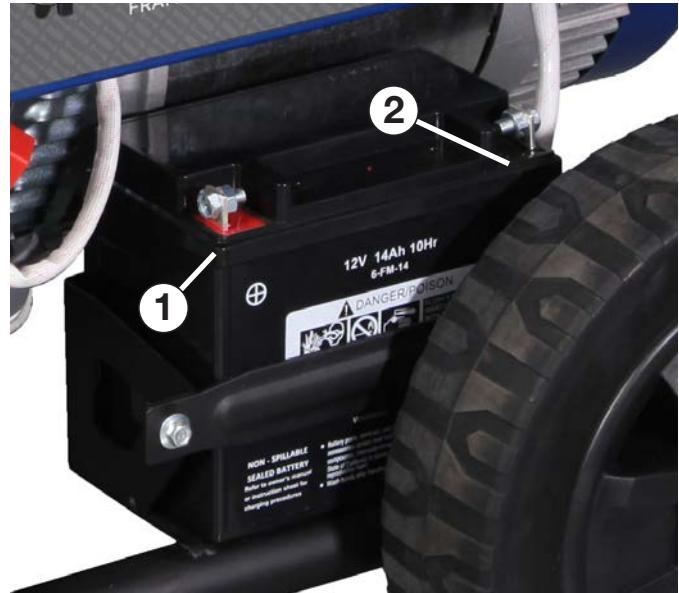

Figure 5 - Fixation du fil négatif de la batterie (noir)
4. Retirez l'embout noir et fixer solidement le câble négatif (-) de la batterie (embout noir) à la borne négative (-) de la batterie, tel qu'illustré à la Figure 5.